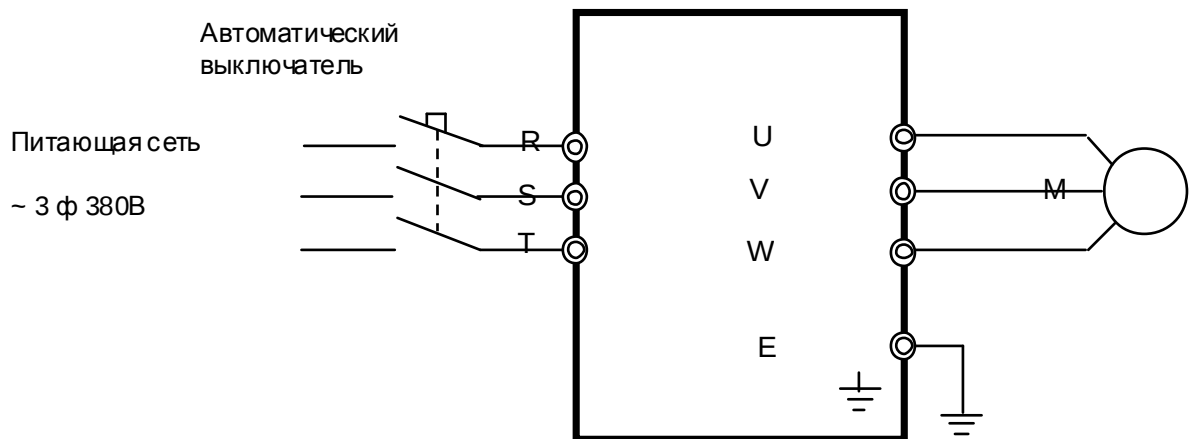

Рис. 8.2. Схема подключения силовых цепей ПЧ EI-9011
- о Подключить проверяемый ПЧ по схеме, приведенной на рис. 8.2.